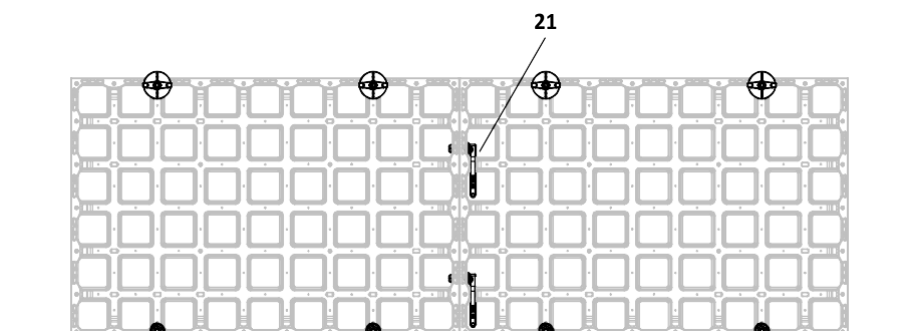

Fig. B11.01b
Ако елементите се използват в хоризонтална посока, то са необходими само 2 съединители DUO (21) за закрепването им по тясната част. (Fig. B11.01b)